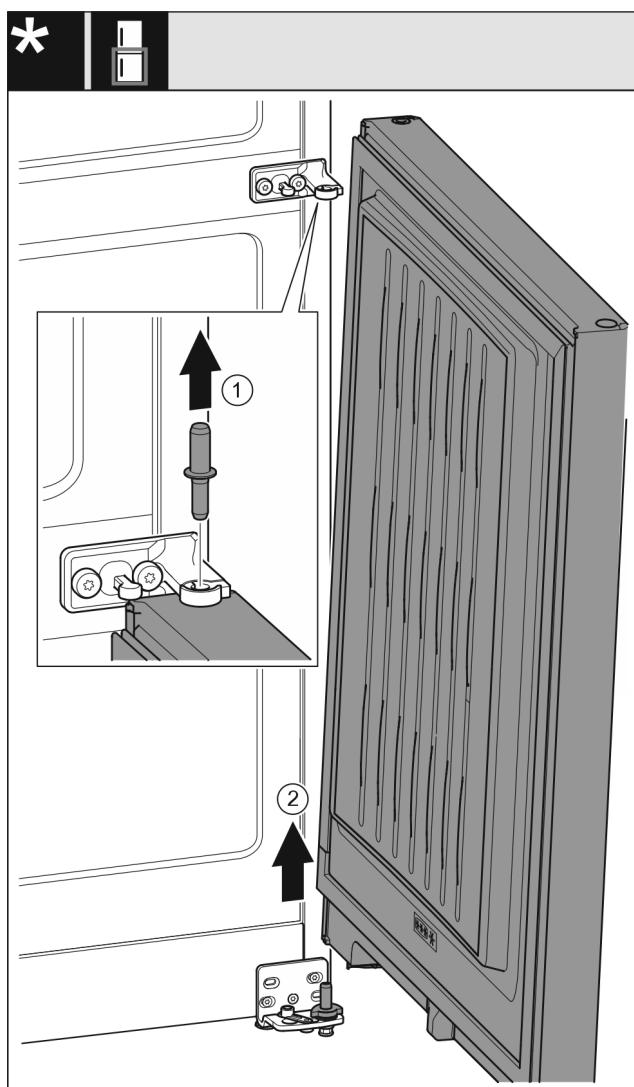

Fig. 7
- Витягніть гвинт догори. Fig. 7 (1)
- Відкрийте дверцята, зніміть рухом вгору та відкладіть убік. Fig. 7 (2)